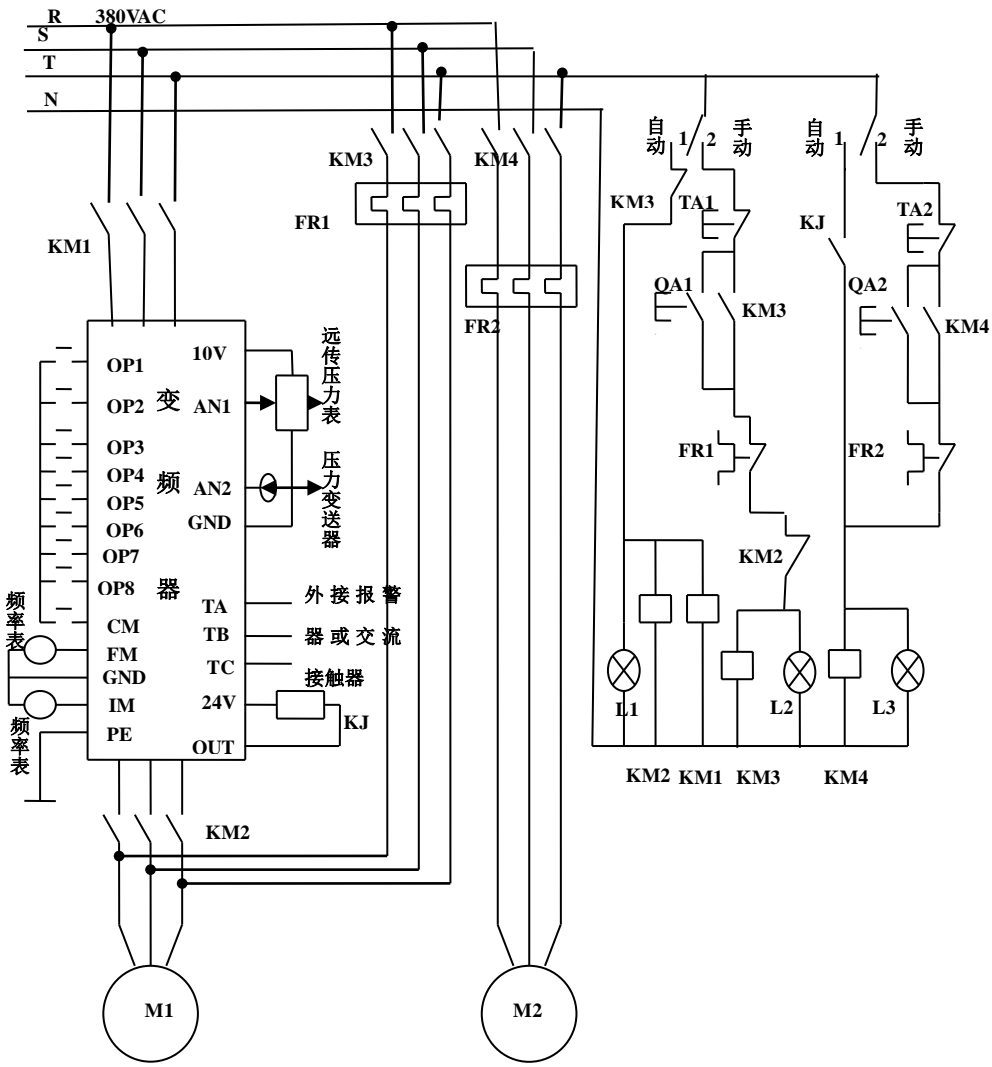

图 5-9 一拖二固定模式
- 一拖二固定模式：变频器控制两台泵：第一台泵由变频器进行 PI 调节，称之为变频泵；第二台泵由工频电源控制，称之为工频泵，由变频器控制投入或切掉工频泵。见图 5-9